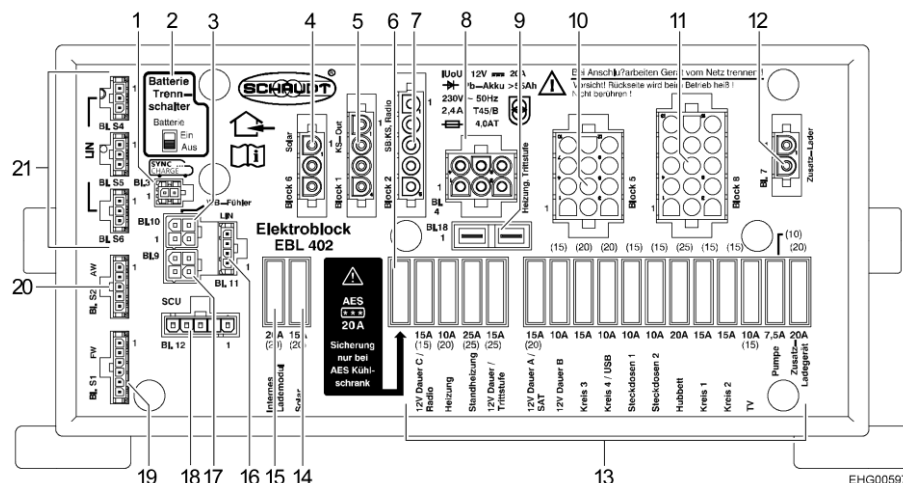

Fig. 91 Centralina elettrica
- Portare l'interruttore staccabatteria (Fig. 91,2) sulla centralina elettrica in posizione "Off". L'interruttore staccabatteria: scollegata tutte le utenze alimentate dalla centralina elettrica dalla batteria dell'abitacolo.
- Portare l'interruttore staccabatteria (Fig. 91,2) sulla centralina elettrica in posizione "On".